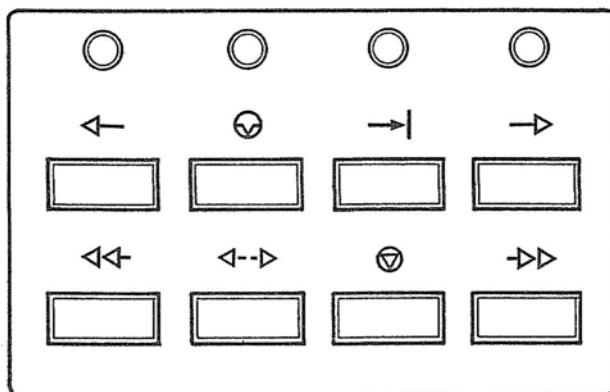

Рис. 6
6.2.1. Включение основных режимов работы производится легким нажатием соответствующих кнопок УОУ — эти кнопки не фиксируются. Расположение кнопок приведено на рис. 6.